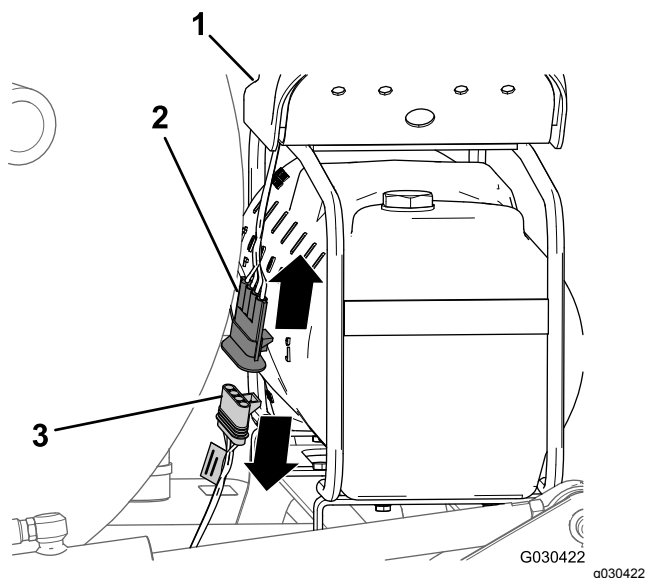

Figura 11
1. Nella parte posteriore del serbatoio del tracciafile schiumogeno, individuate il cablaggio preassemblato nel compressore (Figura 11).
2. Scollegate il connettore a 4 pin del cablaggio del compressore dal connettore a 4 prese del cablaggio preassemblato posteriore della macchina (Figura 11).